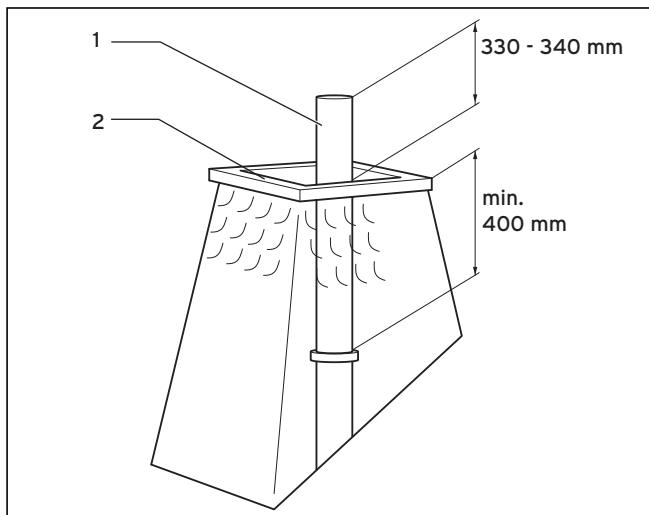

Рис. 6.27 Укорачивание трубы из нержавеющей стали
Для монтажа шахтного перекрытия из нержавеющей стали соблюдайте рис. 6.27.
- Укоротите трубу из нержавеющей стали (1) согласно рис. 6.27.
- Загерметизируйте край устья (2) силиконом.